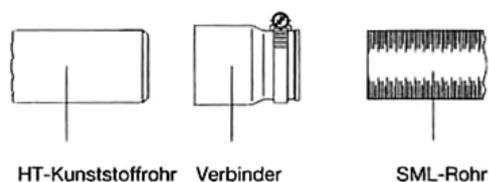

Abbildung 8 Ausführung unter Verwendung von Standardformstücken, Einbauhöhe 260 mm
Gemäß der Norm DIN 4109 sollte die Geräuschemission von der eingebauten Rohrleitung in geräuschgeschützten Räumen 35 dB(A) nicht überschreiten. Es ist deshalb in diesen Räumen nicht zulässig, eine aufgedeckte Rohrleitung zu installieren. Im Wandkanal oder auf der anderen Wandseite kann die Rohrleitung nur dann angebracht werden, wenn das Flächengewicht 220 kg/m² beträgt. Eine weitere Geräuschemissionssenkung ist durch die Verwendung der mit Gummieinlagen versehenen Schellen und durch die Verankerung in den Kunststoffdübeln in der Wand zu erreichen. Ausführlichere Informationen sind den Normen DIN 1986, Teil 1 und DIN 4109 Anlage 2 – mildernde Zone (siehe Abbildung 8) – zu entnehmen. Sollten nicht einmal diese Lösungen bestehen, empfehlen wir das sog. „stille Abfallsystem“ Skolan SAFE® zu verwenden.